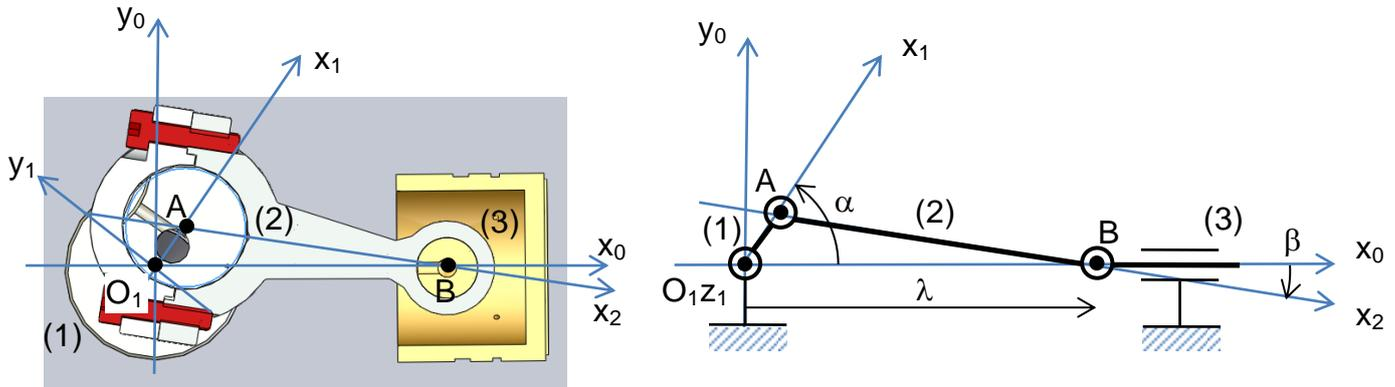

Figure 2
**Question 1** : A partir des données et de la figure 2, montrer que :